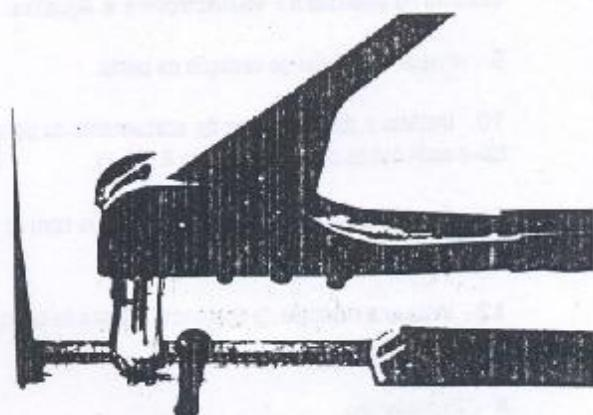

Figura 8.37.9 - Rebitagem do quadro inferior
5. Rebitar o quadro inferior, na porta, utilizando-se de rebitador e 4 rebites tipo "Pop" (Figura 8.37.9).